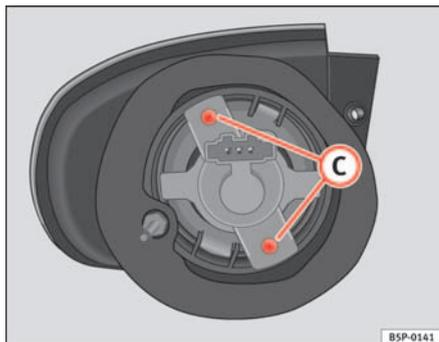

Fig. 183 Feu clignotant
- Dévissez les vis ⇒ page 260, fig. 183 **C** des porte-lampes et tirez dessus.
- Dévissez les vis ⇒ fig. 183 C des porte-lampes et tirez dessus.